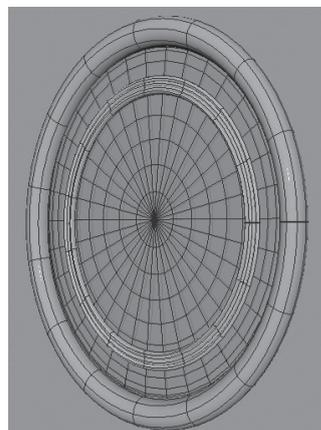

图 3-15
Step 02 在透视图图中，单击工具栏中的【显示线框】按钮, 使镜子模型表面显示线框，图 3-15 所示。